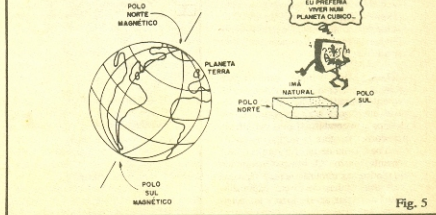

Fig. 5
- FIG. 5 - Um pedaço de material naturalmente dotado de magnetismo (ímã natural) sempre tende a apontar uma das suas extremidades para determinada direção... Isso ocorre porque nosso planeta Terra age também como um enorme ímã natural (devido à concentração de materiais ferrosos nas camadas mais interiores e centrais do nosso planetinha...). A figura mostra uma representação da Terra, com seus Polos Magnéticos NORTE e SUL (eles estão muito próximos, porém não exatamente posicionados em coincidência com os polos Norte e Sul geográficos...). Da mesma forma, um ímã natural tem seu Polo Magnético NORTE e SUL. Ocorre que, se tivermos dois ímãs (no caso, o próprio planeta Terra, mais o pedaço de ímã natural...), alguns interessantes fenômenos se manifestam: